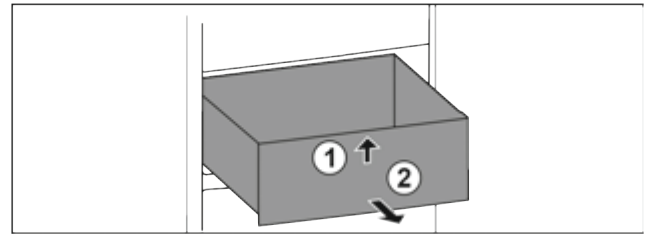

Fig. 81
- ▶ Підняти висувний ящик спереду. Fig. 81 (1)
- ▶ Вийняти висувний ящик рухом вперед. Fig. 81 (2)